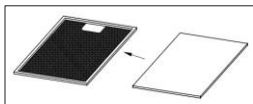

Fig.11.1
- o Lepaskan busa penyangir karbon dan ganti dengan busa yang baru. (Fig.11.1)